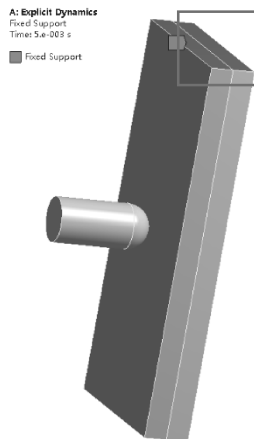

图 6-20 设置约束
(4) 施加约束：在标准工具栏中单击 ，分别选择陶瓷板和铝板两端面，然后在环境工具栏中单击【Supports】→【Fixed Support】，如图 6-20 所示。